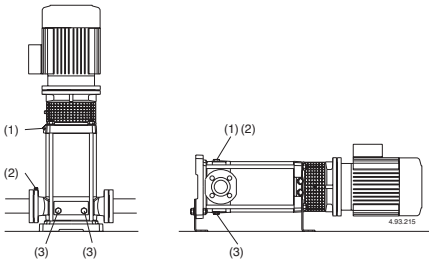

Fig.4 (1) Vullen ontluichtingsplug
Wanneer de pomp boven het vloeistofniveau geplaatst is (zuigsituatie, **fig. 3A**) of in een situatie waar de toelooptdruk te laag is (minder dan 1 m) om de terugslagklep te openen, vul de zuigleiding en de pomp door de vulopening (**fig. 4**).
Sluit de ontluftungvoor (fig. 4) voor MXV-B, MXV(L) 25-32-40 en MXV(L)4 25-32-40 Sluit de naaldschroef (14.07) in de aftapplug (14.12) (fig. 4b) en sluit de ontluftung (14.04).
Wanneer zuigverliezen optreden (onderbreken van flow ondanks geopende afsluiters) of drukschommelingen weergegeven op de manometers, controleer of alle leidingverbindingen luchtdicht zijn en controleer of de naaldschroef van de ontluftung gesloten is (fig. 4).
Of, na het legen, reinigen door schoon water (minimaal 40 liter) in het vulgat (1) te gieten aan de afvoerkant en het weer uit het afvoergat (3) aan de aspiratiekant (**fig. 4**) te laten lopen.
Voor demontage, koppel de voedingskabel van het aansluitkastje, sluit de kleppen in de zuig- en persleidingen en ledig het pomphuis (fig. 4)